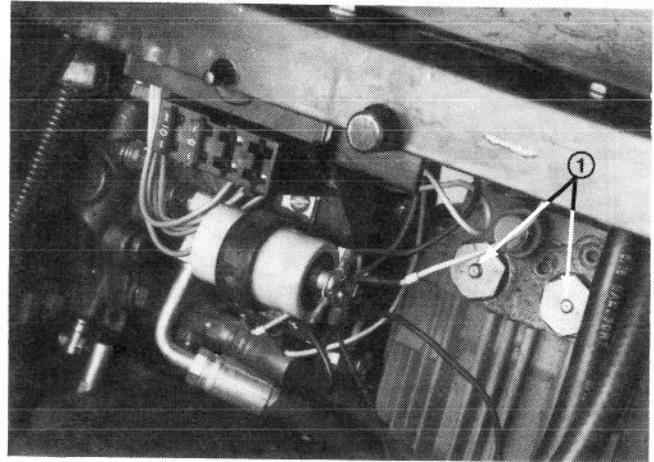

Figure 11
1. Enclencher le frein de stationnement. S'assurer que la commande de la prise de force est sur OFF et le levier de relevage sur TRANSPORT ou FLOAT (Fig. 11). Ne pas appuyer sur la pédale de traction et s'assurer qu'elle est au POINT MORT.
3. Lorsque la température est au-dessous de 15°C, pousser la commande de préchauffage jusqu'à ON (Fig. 11) et la maintenir en position pendant la durée indiquée ci-dessous.
**Remarque:** Ne pas utiliser le préchauffage pendant plus d'une (1) minute sans interruption, au risque de brûler la bougie de préchauffage prématurément.
2. Enfoncer et maintenir les goupilles au centre des deux (2) assemblages de clapets de retenue en haut de la transmission (Fig. 11), tout en poussant ou en remorquant la machine.